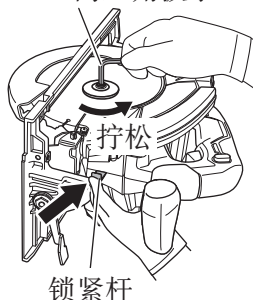
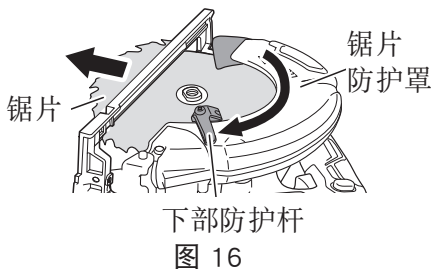

图 15
图 16
- (1) 将锯割量调到最大，将电圆锯如图 15 所示放置。
- (2) 压住锁紧杆，锁住主轴，然后用 5mm 内六角扳手拆下内六角法兰螺栓和垫圈 (B)。
- (3) 握住下部防护杆以使下部防护罩完全缩回到锯盖内，拆下锯片 (图 16)。